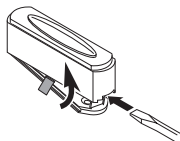

Figura 1
1. **Retire la pestaña naranja de la batería del botón pulsador.** Extraer la parte posterior de la caja presionando la aleta en el botón con un destornillador pequeño (vea la Figura 1). Quite la aleta anaranjada de la batería.